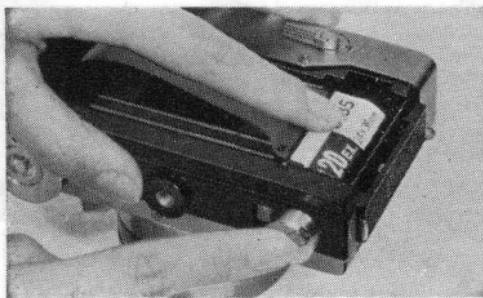

Fig. 5
- 4. Push the rewind crank back into the camera. (Fig. 5)
- 4. Drücken Sie nun den Rückspulknopf wieder zurück ins Gehäuse. (Fig. 5)
- 4. Poussez le bouton de rebobinage à nouveau dans le boîtier. (Fig. 5)
- 4. Empújese el Eje de Reenrollado de la Pelicula devolviendo al interior de la cámara. (Fig. 5)